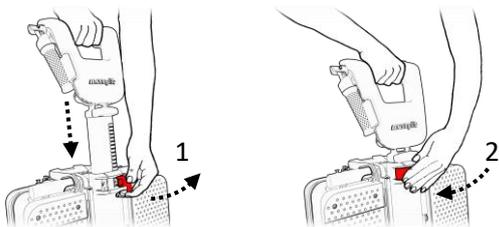

Figure 44
7. Utilisez le levier de la barre de direction pour régler la hauteur du guidon à la position la plus basse et ramenez le levier à sa position de sécurité (2) (voir la figure 44).